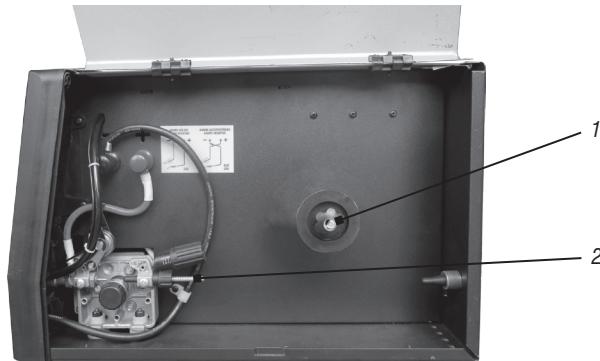

Fig. 3 – Montaje del rodillo de alambre
- Retire la tuerca del eje del alimentador, pieza 1 Fig. 3, girando en sentido anti horario.
- Coloque la punta del alambre en el tubo del alimentador de alambre, pieza 2 Fig.3;